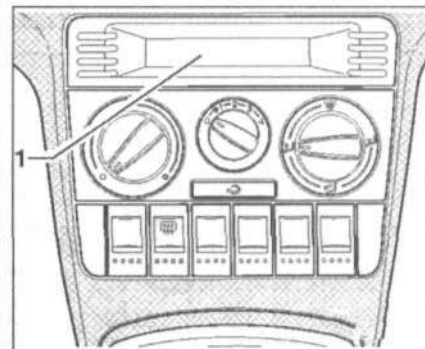

Рис. 12.51. Снимите крышку в пространстве 1.
1. Снимите крышку в пространстве 1 (рис. 12.51).